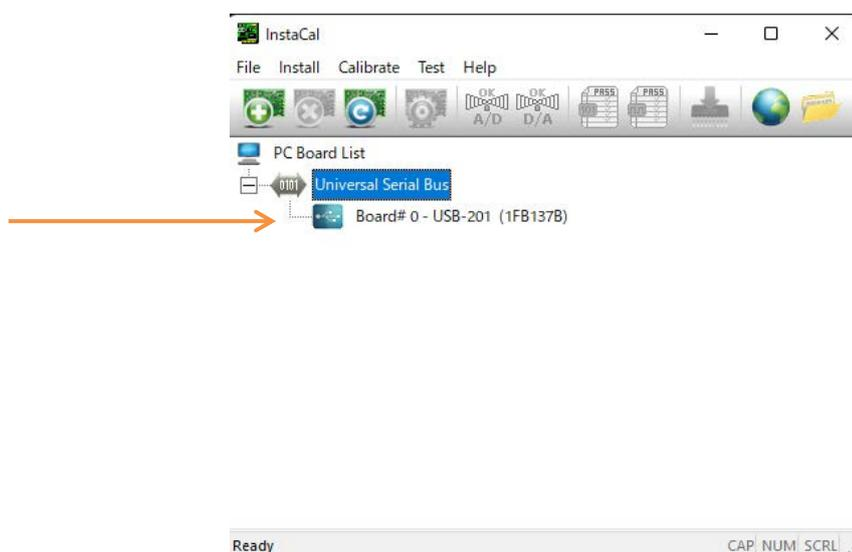
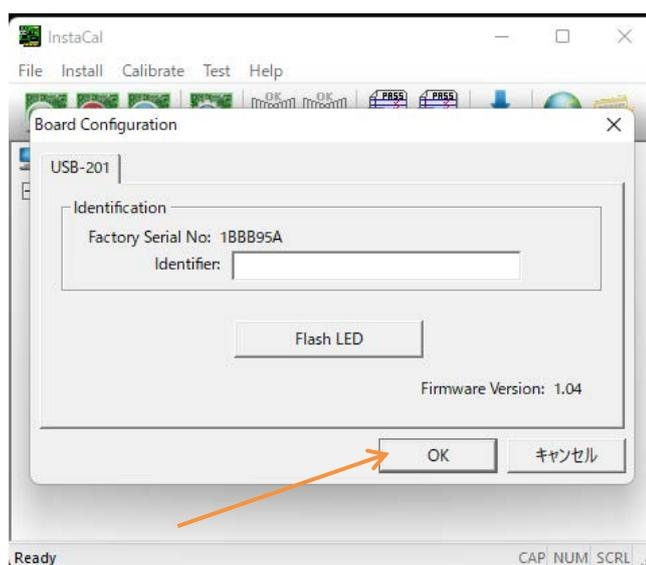

図23. Instacal32による認識
図24. Instacal32による確認
- 2) 図23の画面が表示され、USB201のADコンバータが接続されていることを示しています。
- 5) 図 24 の画面が表示されるので、「OK」ボタンをクリックすると図 23 の画面に戻りますので、画面右上の「X」印をクリックして画面を閉じてください。これでハードウェアの認識が終了し、血流測定が可能になります。
- 6) レーザーユニットを交換した場合、AD コンバータの製造番号が新しくなるので「Instacal32」をダブルクリックすると図 25 の画面が表示されます。この画面で「OK」をクリックすると図 24 の画面が表示されます。その後は上記認識方法と同じです。